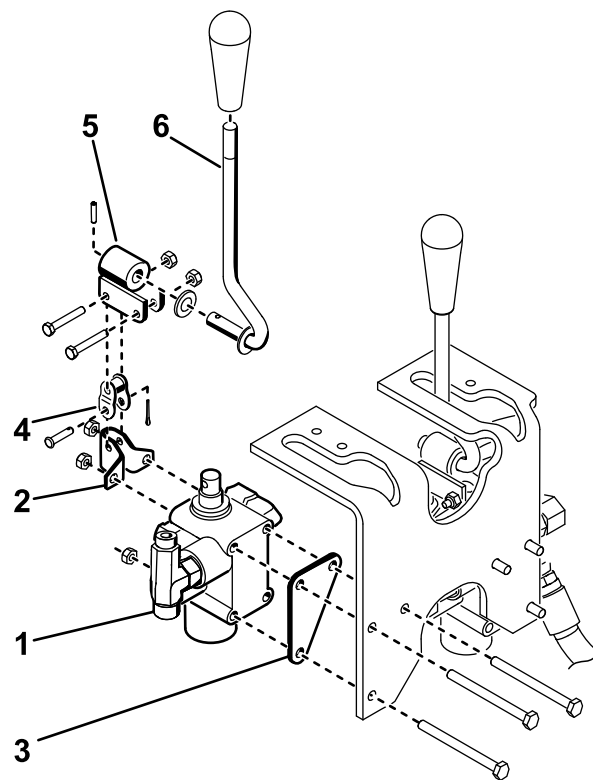

图 10
4. 使用 3 个螺栓 1/4 x 3 英寸和 3 个锁紧螺母将阀门总成、枢轴支架和阀板安装到机架上图 10。安装时将阀板靠在机架构件前部并上紧紧固件扭矩至 1012 N·m。
5. 使用 2 个螺栓 #10 x 1-1/4 英寸和 2 个锁紧螺母将枢轴杆总成松动地安装到阀芯和偏置链节上图 10。